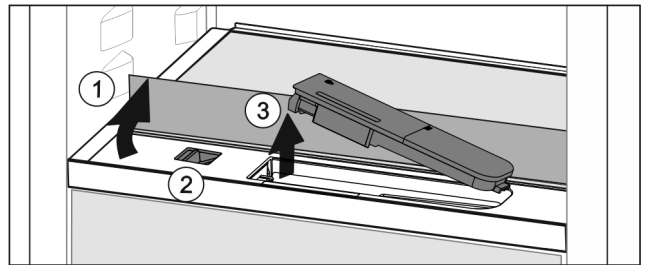

Fig. 164
- ▶ Løft glassplaten og vipp opp til anslag bakover Fig. 164 (1).
- ▶ Skyv skyverer Fig. 164 (2) til venstre.
- ▶ Ta ut vanntanken Fig. 164 (3).